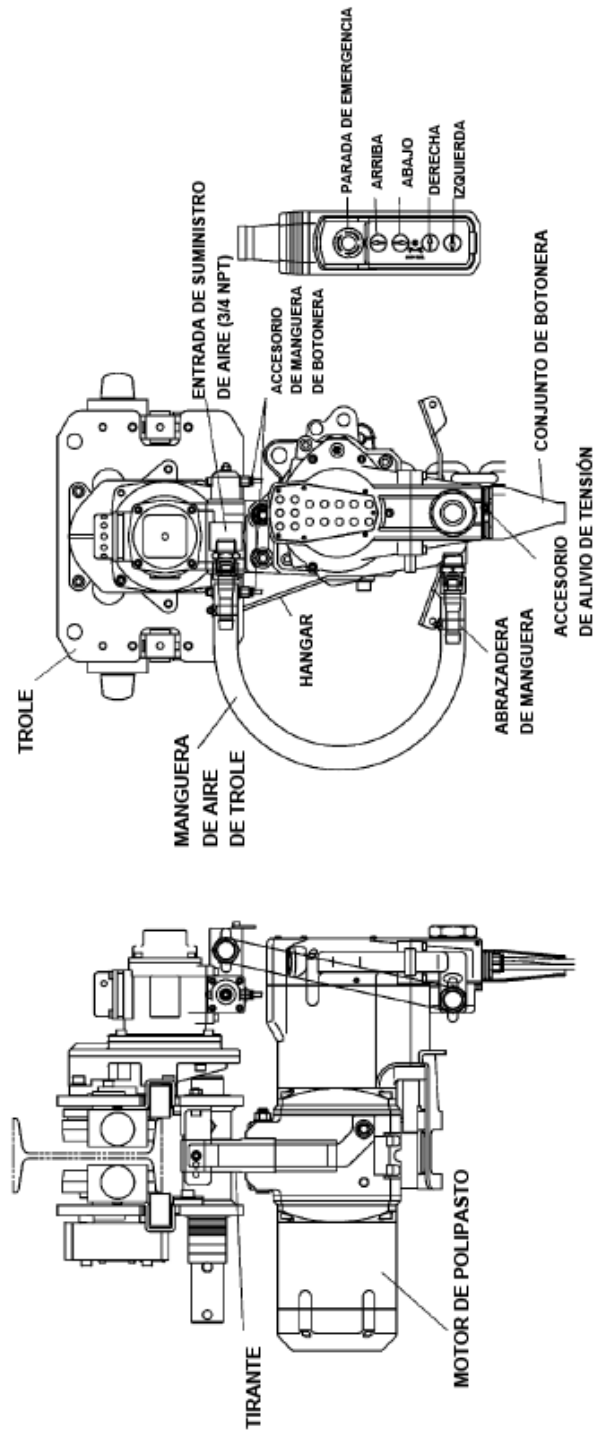

Figura 3-10 Suministro de Aire TCL y Conexiones de Manguera de la Botonera
- 3.10.1 **⚠ PRECAUCIÓN** Configuración del Sistema – El sistema debe configurarse como se muestra en la Figura 3-10. Como la humedad tiende a acumularse en los sistemas de aire comprimido, puede producirse corrosión si el sistema no se drena periódicamente.